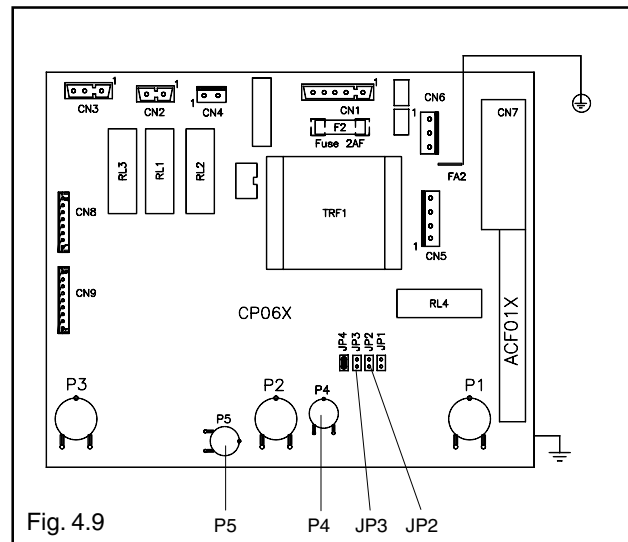

Fig. 4.9
- se si tratta di trasformazione da GPL a MTN, verificare che non sia presente il ponticello in JP3 (fig.4.9)